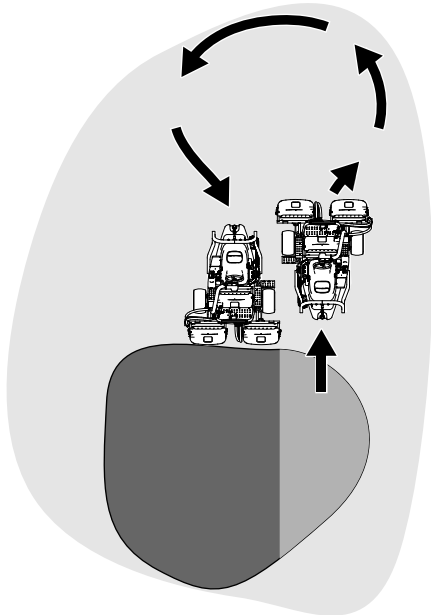

Figure 34
6. Pour réduire le temps de travail et faciliter l'alignement pour la passe suivante, tournez momentanément la machine dans la direction opposée, puis tournez-la vers la partie à tondre. Exécutez un demi-tour en « goutte d'eau » (Figure 34) pour aligner rapidement la machine pour la passe suivante.